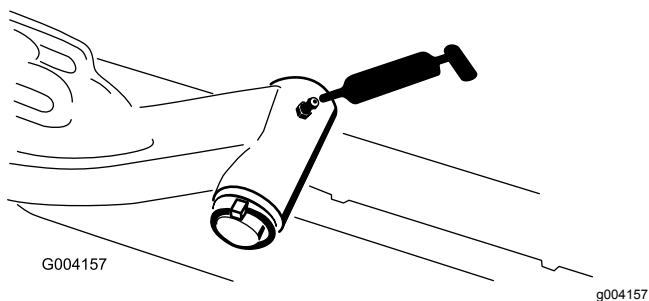

Figura 49
- Albero di articolazione del braccio di sollevamento (1 ciascuno) - Figura 49